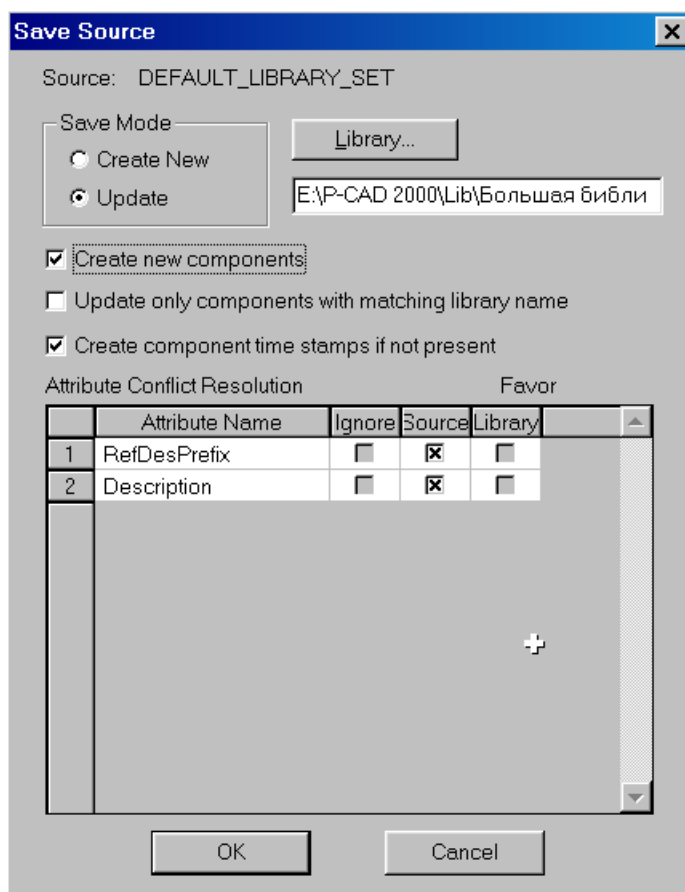

Рис. 8-10. Создание объединенной библиотеки
7) Выполните обновление Большой библиотеки, установив на панели **Save Source** флажок *Create new components* (см. рис. 8-10).